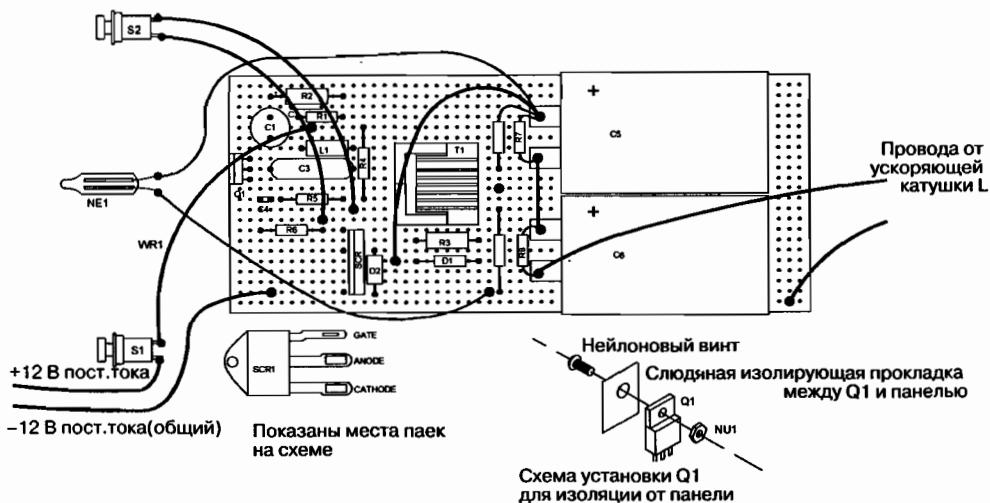
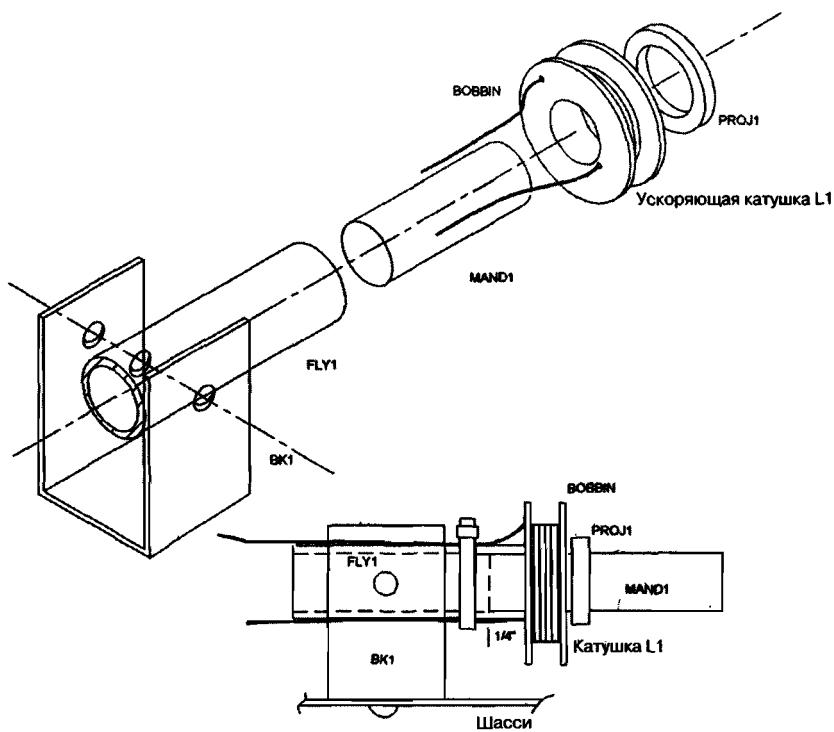

Рис. 2.4. Плата в сборе с указанием внешних подключений
Рис. 2.6. Чертеж в изометрии для изготовления скобы, сердечника и направляющей трубы
6. Выполните следующие соединения проводов (рис. 2.4):
2. Изготовьте скобу BK1, сердечник MAND1 и направляющую трубку FLY1, как показано на рис. 2.6.
4. Отмотайте провод на ускоряющую катушку L1 (см. рис. 2.6). Вставьте секцию 0,6 см сердечника MAND1 в направляющую. Просверлите небольшие отверстия для начала и конца обмотки в боковых частях бобины, как это показано на рисунке. Индуктивность катушки при измерениях должна быть в пределах 90–100 мГн без снаряда и 50–60 мГн при установке снаряда. Подсоедините концы обмотки катушки (см. рис. 2.4). Учтите, что задача заключается в том, чтобы расположить снаряд настолько близко к обмоткам, насколько это физически возможно. Это обеспечивает максимальное магнитное взаимодействие и, следовательно, оптимальную скорость движения снаряда.